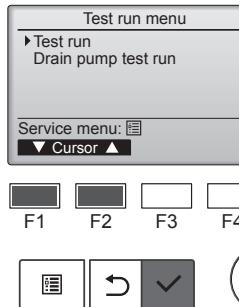

Fig. 7-2
- Selezionare l'opzione "Test run" (Prova di funzionamento) dal relativo menu, quindi premere il pulsante [SCEGLI]. (Fig. 7-2)